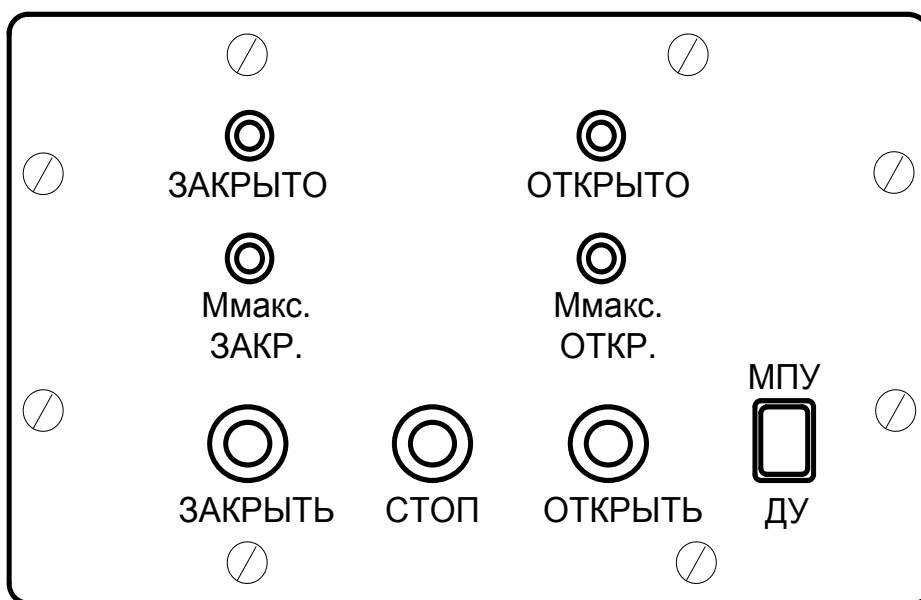

Рис.2 Лицевая панель ПУ-1
1.4.1 На лицевой панели ПУ-1 расположены (см. рисунок 2):